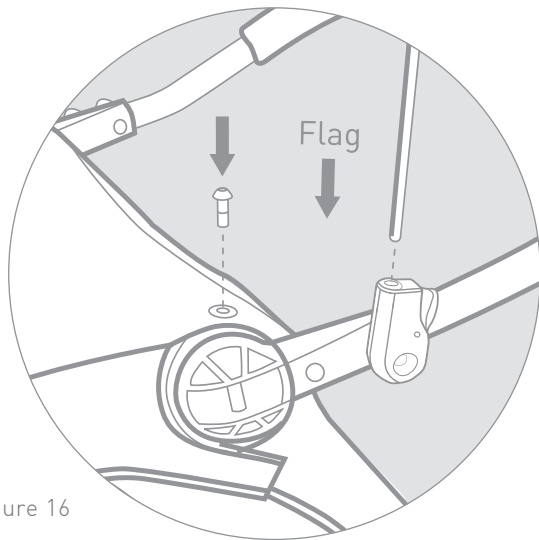
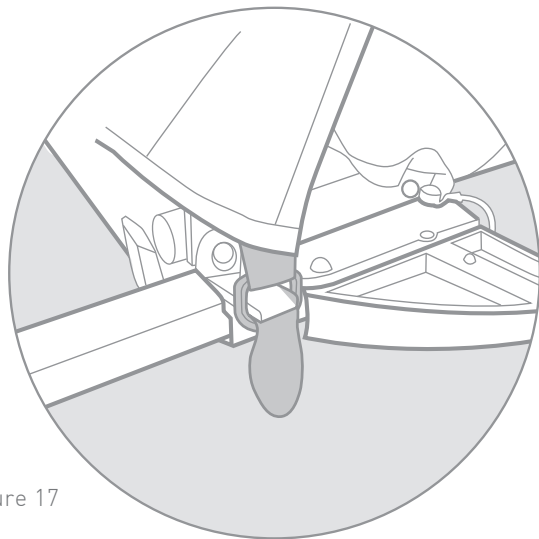

Figure 16
Figure 17
1. Attach cover to trailer using provided screws (Figure 16). Slip the cover D-rings over the hooked corners of the tow bar receivers (Figure 17).
2. Slide Flag pole into hole on flag holder. To release push button and lift flag pole out (Figure 16).
1. Arrimez le cache à la remorque à l'aide des vis fournies (Figure 16). Faites glisser les anneaux en D du cache sur les angles à crochet des réceptacles de la barre de remorquage (Figure 17).
2. Faites glisser le mat du drapeau dans l'orifice du porte-drapeau. Pour libérer le drapeau, appuyez sur le bouton et retirez le mat (Figure 16).
1. Das Verdeck mithilfe der im Lieferumfang befindlichen Schrauben (Abb. 16) befestigen. Die D-Ösen in den mit Haken versehenen Ecken der Deichselaufnahmen einhängen (Abb. 17).
2. Die Flaggenstange in die Öffnung des Flaggenhalters stecken. Zum Entfernen auf den Knopf drücken und die Flaggenstange herausziehen (Abb. 16).